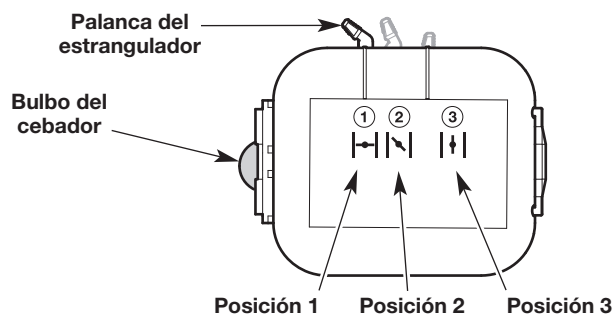

Fig. 12
3. Presione y luego suelte el bulbo del cebador lentamente **10 veces** (Fig. 12). Si no puede ver combustible en el bulbo del cebador, oprima y suelte el bulbo del cebador hasta que se vea combustible.
4. Coloque la palanca del estrangulador en la **Posición 1** (Fig. 12).
7. Siga oprimiendo el control del acelerador o mueva el control de crucero a la posición **HI (rápido)**. Coloque la palanca del estrangulador en la **Posición 2** (Fig. 12).
10. Siga oprimiendo el control del acelerador o mueva el control de crucero a la posición **HI (rápido)**. Coloque la palanca del estrangulador en la **Posición 3** (Fig. 12). Deje que el motor se caliente 60 segundos más. Se puede usar la unidad durante este período.
SI... el motor no funciona de manera uniforme, regrese la palanca del estrangulador a la **Posición 2** (Fig. 12) y siga calentándolo.